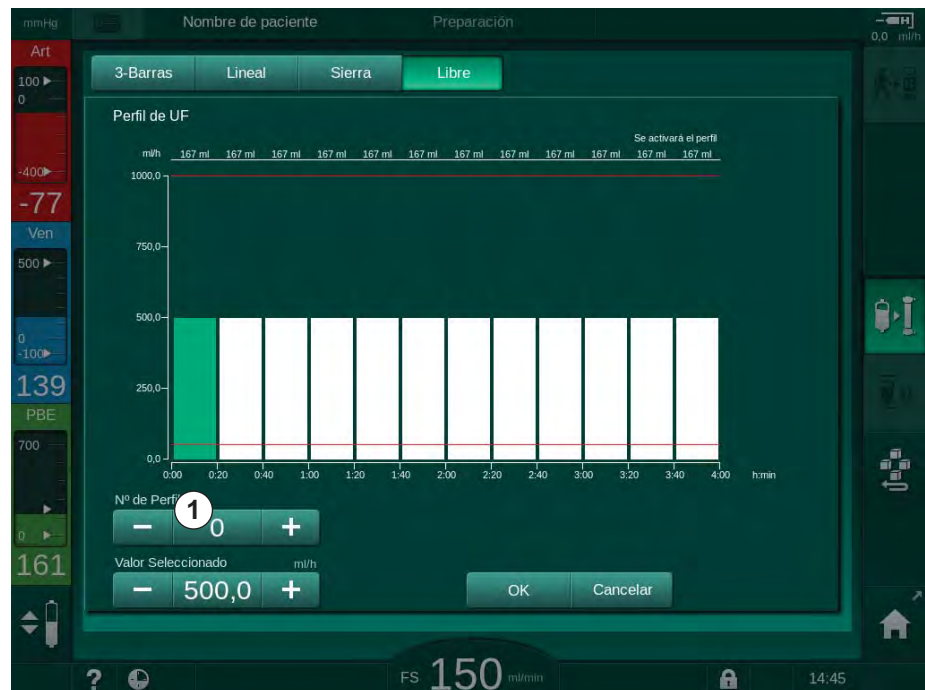

Fig. 5-15 Selección del perfil de UF
4. Para seleccionar uno de los 10 perfiles de edición libre preestablecidos, pulsar el botón + o - en el recuadro del grupo *N.º de perfil* (Fig. 5-15 , ①) o introducir el número de perfil 1 a 10 directamente en el campo.